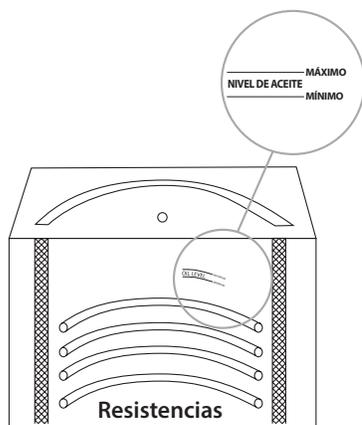

ILUSTRACIÓN 4
5. **Añada el aceite de freír.** Puede usar aceite sólido o líquido. Funda el aceite sólido en un recipiente e inyéctelo en la freidora. Añada suficiente aceite como para que llegue a una altura 2,5 cm por debajo del nivel de llenado mínimo (minimum) (ver Ilustración 4, página 13). Cuando el aceite se calienta, se expande. Cuando el aceite se haya calentado, compruebe el nivel de nuevo para verificar que está entre las marcas de mínimo (minimum) y máximo (maximum).
Si las resistencias no están completamente cubiertas de aceite al encenderlas, pueden resultar dañadas o puede producirse un incendio. >> No encienda la freidora a menos que el aceite cubra por completo todas las resistencias. Añada aceite hasta un nivel entre las marcas de llenado máximo (maximum) y mínimo (minimum) que encontrará en el interior de la olla (ver Ilustración 4).
16. Nivel de aceite: añada o retire aceite de modo que el nivel del mismo se encuentre entre las líneas de máximo (maximum) y mínimo (minimum) (Ilustración 4).